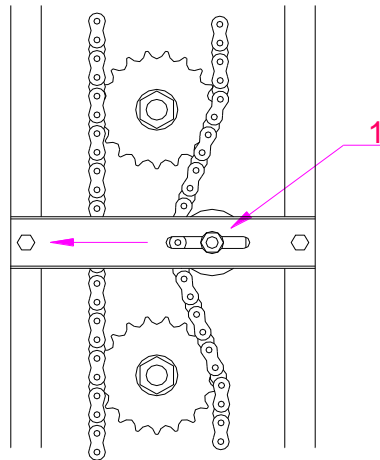

Fig. 9
- Afloje ligeramente el tornillo (1) fig.9 y desplace el tensor hacia su izquierda, vuelva a fijar el tensor apretando el tornillo (1) cuando la cadena este tensada.